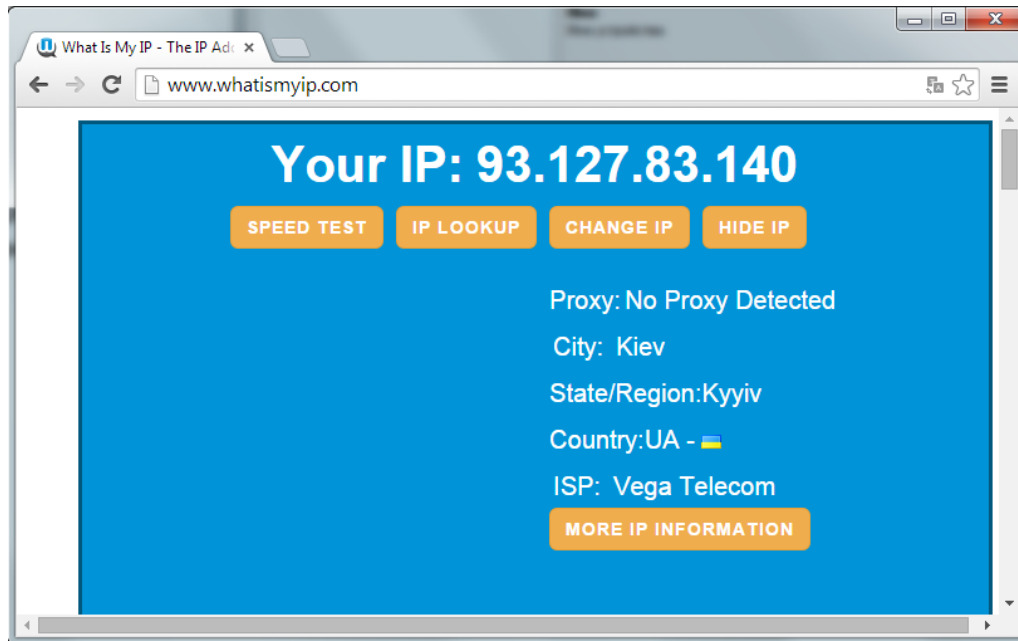

Рисунок 8.4 - Проверка IP - адреса
3. В параметре «IP Адрес», необходимо указать внешнюю IP-адрес Вашего Интернет подключения. Если используется динамическая IP-адресация пункт оставить пустым. IP-адрес можно узнать, обратившись к Вашему системному администратору или посетив специализированный сайт www.whatismyip.com, рисунок 8.4.